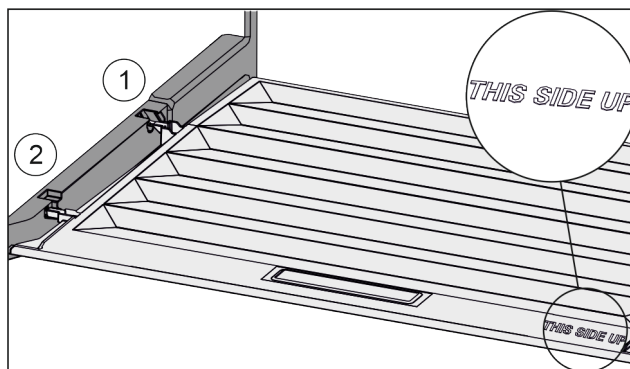

Fig. 117
- Sätt in lockbygeln över öppningen för den bakre hållaren Fig. 117 (1) och fäst den framtill i hållaren Fig. 117 (2).